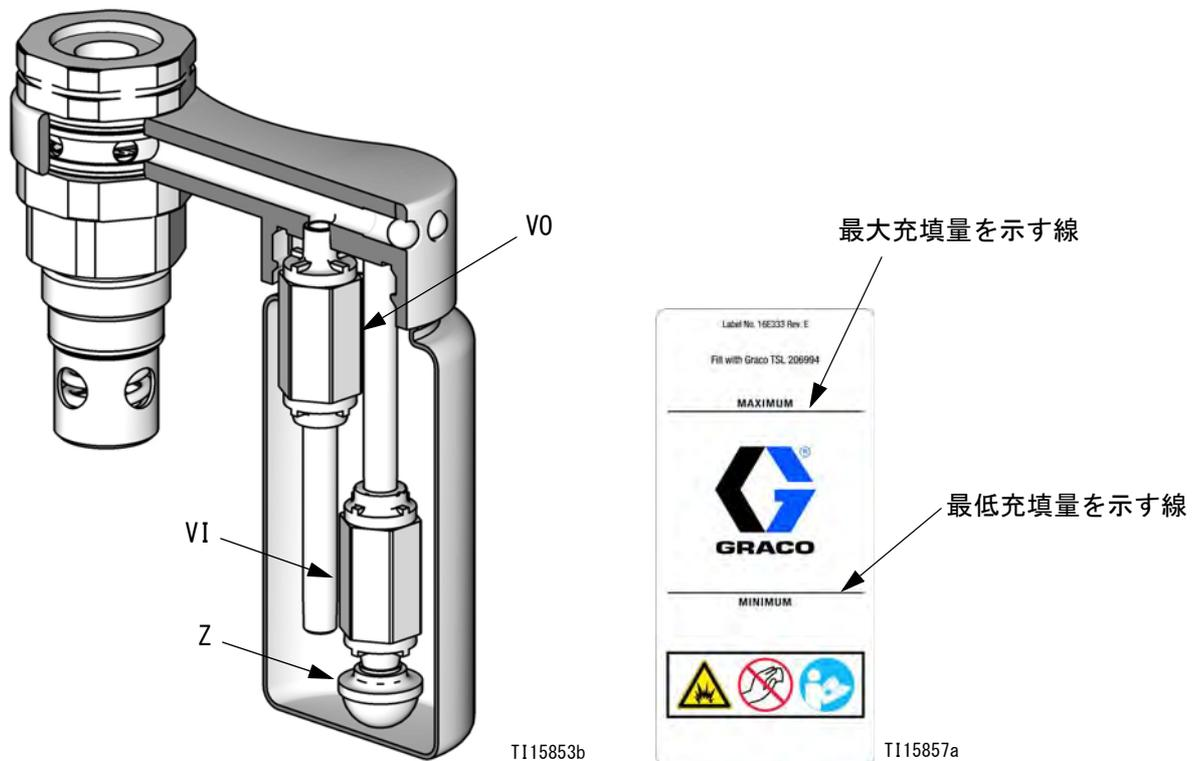

FIG. 3. TSL リザーバの断面図、充填量を示す線
- 最大充填量を示す線まで、TSL リザーバにスロートシール液 (TSL) を充填します。Fig. 3 (12 ページ) を参照してください。
3. インレットチェックバルブ (VI) のスクリーン (Z) を掃除します。チェックバルブの密閉が機能せず、汚染された TSL がウエットカップに入り込んでいる場合、チェックバルブ (VI、V0) を交換します。Fig. 3 を参照のこと。